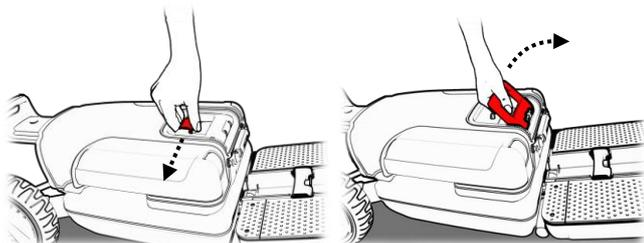

Figure 13
- Placez une main sur la barre de direction et dégagez le levier de sécurité de la poignée (1) de l'autre, puis amenez la poignée en position verticale à 90 degrés (2) (voir la figure 13).